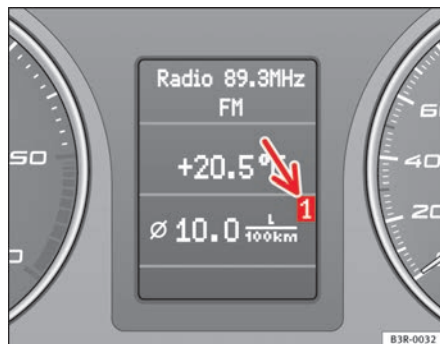

Fig. 59 Computer di bordo: Livello di carico merci 1
Il numero visualizzato sul display indica in quale memoria ci si trova ⇒ fig. 59. Se sul display appare **1** vengono visualizzati i dati del tragitto parziale. Se appare **2** vengono visualizzati i dati del tragitto complessivo.
- Premere brevemente più volte il tasto Reset **(B)** finché sul display non compare il computer di bordo (livello 1 o 2) ⇒ **pag. 87, fig. 59.**